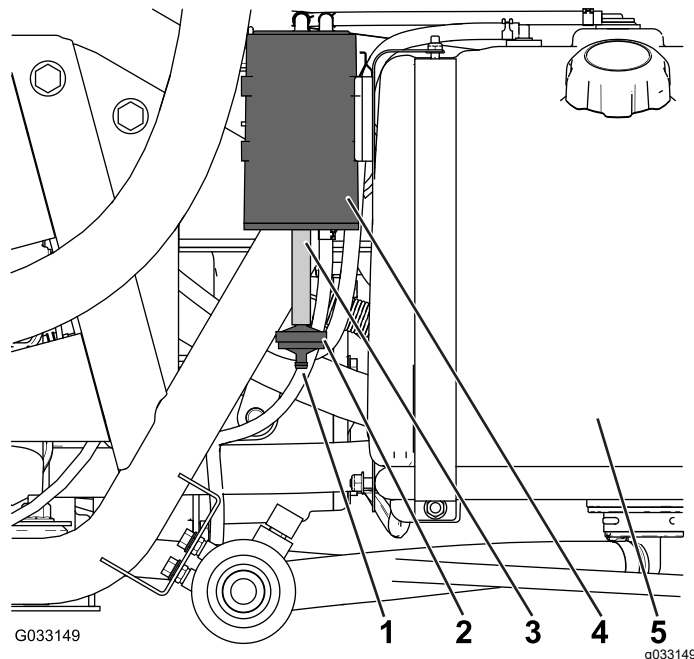

Bild 44
Prüfen Sie an der Öffnung unten am Luftfilter den Aktivkohlefilter und stellen Sie sicher, dass er sauber ist und keine Rückstände oder Verstopfungen hat (Bild 44).
1. Entfernen Sie das gezahnte Anschlussstück des Aktivkohlefilters von der Leitung unten am Aktivkohlefilter und nehmen Sie den Filter ab (Bild 44).